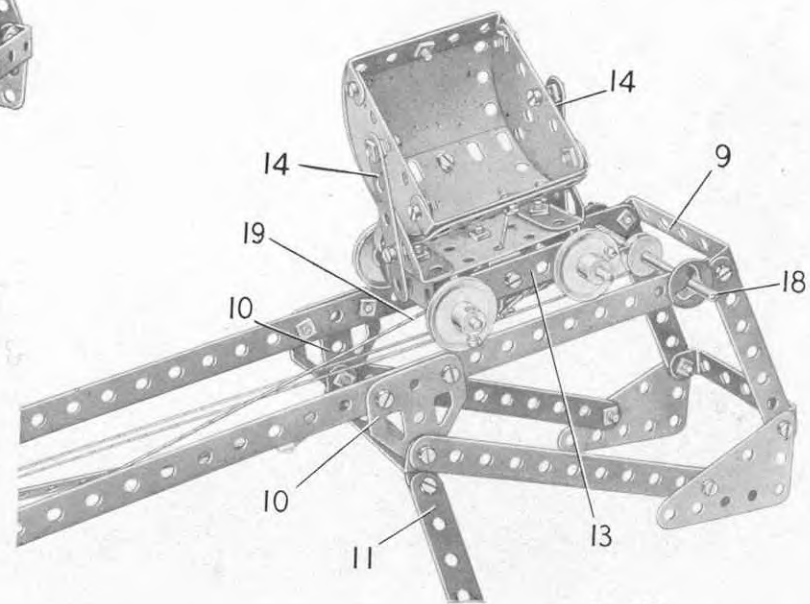

Fig. 4.34b
Une plaque à rebords de 6×4 cm. sert de base au chariot basculant. Une bande de 5 trous (13) est fixée de chaque côté par une bande coudée de 38×12 mm. (fig. 4.34b). Les bandes de 5 trous servent de support à deux tringles de 9 cm. qui portent des poulies de 25 mm. Les extrémités de la benne sont des plaques semi-circulaires réunies par deux bandes coudées de 60×12 mm. Les deux plaques cintrées de 43 mm. de rayon qui forment le fond et les côtés de la benne sont boulonnées sur les bandes coudées.
La corde (19) (fig. 4.34b) commande le déchargement du chariot. Cette corde est attachée à une bande coudée (20) et passe dans un trou de la base du chariot. Elle est reliée à l'un des côtés de la benne. La longueur de cette corde doit être ajustée de façon que la benne bascule quand le chariot atteint l'extrémité des rails.